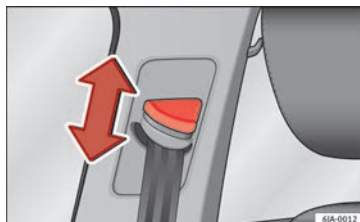

Fig. 81 Ubicación del regulador de la altura del cinturón.
- Presione el dispositivo de reenvío en la zona superior y manténgalo en esta posición » » fig. 81.